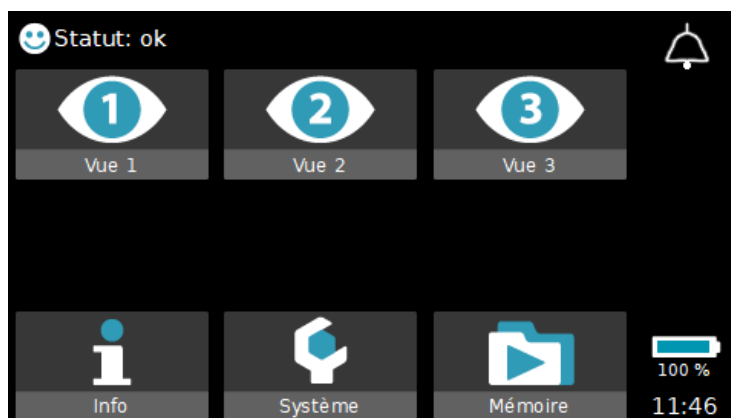

Fig. 77 Écran d'accueil avec Protection de Réglages sur Marche et Vues 2 & 3 sur Marche
En réglant le paramètre **Afficher FP/FC** sur **Marche**, la fréquence pulsatile (FP) est affichée en même temps que la fréquence cardiaque (FC) dans **Vue 1** et **Vue 2**. Dans **Vue 1**, la valeur actuelle de la FP est affichée sur le côté gauche de l'écran sous l'indicateur de qualité du signal dans la zone **Fréquence cardiaque/Fréquence pulsatile**, comme illustré dans la Fig. 77.